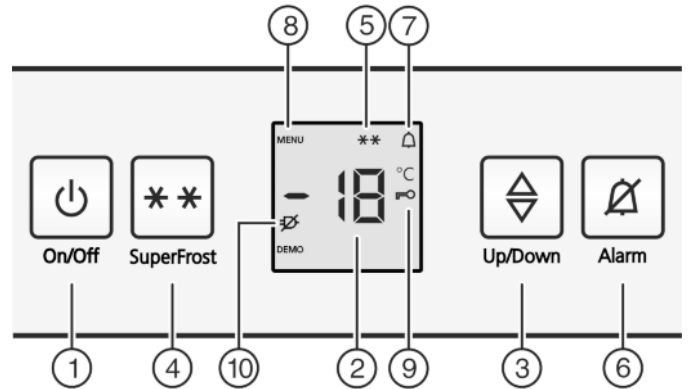

Fig. 2
- Nyomja meg az On/Off gombot Fig. 2 (1).
- ▶ Beállítási mód aktiválása: Nyomja meg a SuperFrost gombot Fig. 2 (4) kb. 5 másodpercre.
- ▷ A kijelzőn megjelenik a Menü ikon Fig. 2 (8).
- ▶ A SuperFrost billentyűvel Fig. 2 (4) röviden nyugtázza.
- ▷ A gyermekbiztosítás ikon Fig. 2 (9) világít a kijelzőn.
- ▷ A gyermekbiztosítás funkciót ezzel bekapcsolta. Ha a beállítási módot be kell fejezni: Röviden nyomja meg az On/Off gombot Fig. 2 (1).
- ▷ A gyermekbiztosítás ikon Fig. 2 (9) kialszik.
- ▷ A gyermekbiztosítást ezzel kikapcsolta. Ha a beállítási módot be kell fejezni: Röviden nyomja meg az On/Off gombot Fig. 2 (1).
- ▶ Nyomja meg a riasztás gombot Fig. 2 (6).
Egyidejűleg villog a hőmérsékletkijelző és a riasztás ikon Fig. 2 (7).
A figyelmeztető hangjelzés automatikusan elnémul, a riasztás ikon Fig. 2 (7) eltűnik és a hőmérsékletkijelző is abbahagyja a villogást, mikor a hőmérséklet újra elégé alacsony.